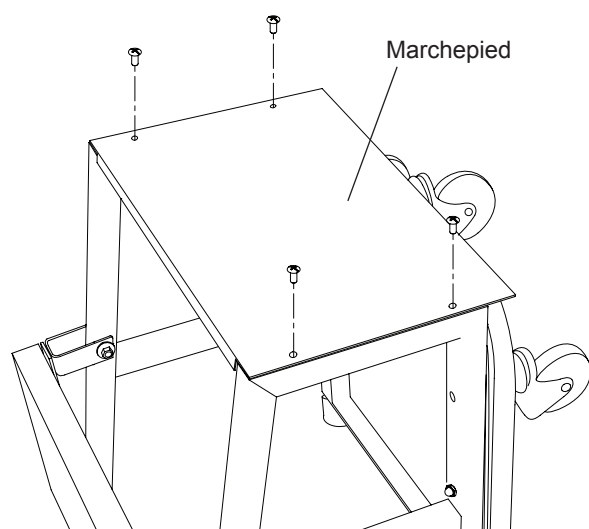

Figure 3 : Installation du marchepied sur les bâtis latéraux
3. Fixez le marchepied sur les bâtis latéraux à l'aide de quatre vis Phillips M6 x 16 (figure 3).